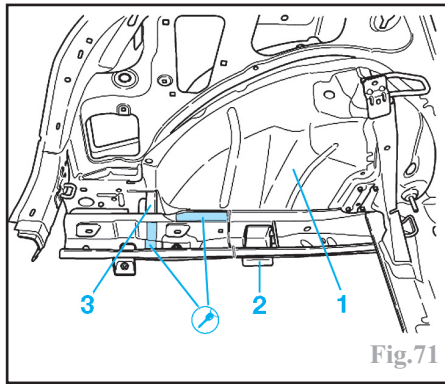

Fig.71
Effectuer les découpes sans endommager le logement (2), dégraffer le passage de roue int. (1) avec le renfort (3) (Fig.71) Déposer les restants de tôle.